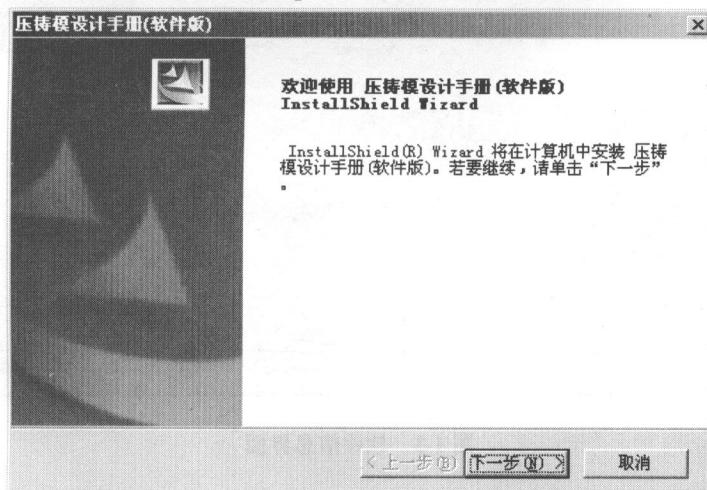

图 1-1 安装向导
(1) 在 CD-ROM 驱动器中放入《压铸模设计手册（软件版）》安装盘。
(2) 双击安装盘中的安装程序 Setup.exe，用户首先看到的是欢迎界面，如图 1-1 所示。